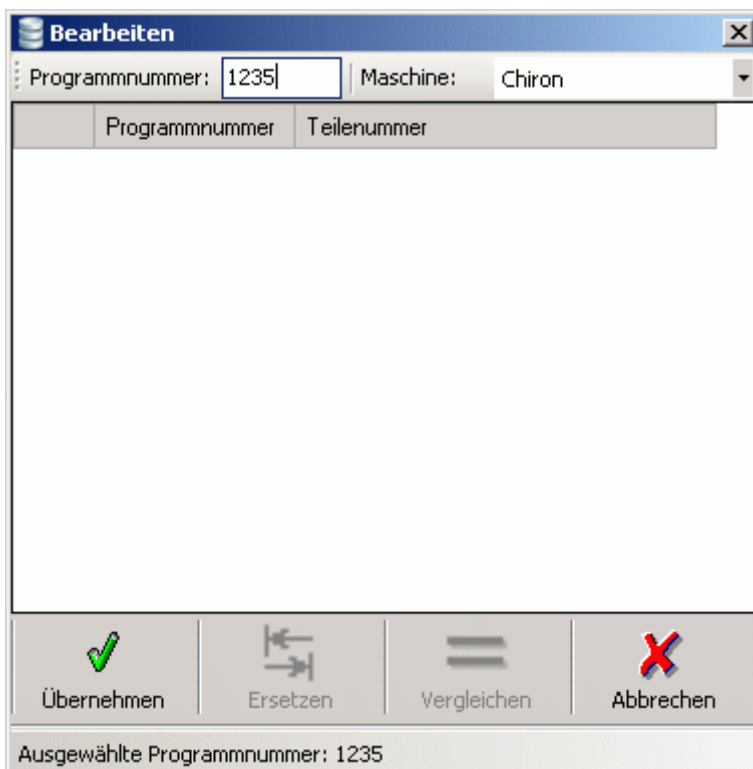

Abbildung 15.2: Programm bearbeiten
15.4. Nachdem die Übertragung beendet ist klicken Sie auf ‚Bearbeiten‘ Es öffnet sich das Fenster für die Weiterbearbeitung des empfangenen Programms wie in Abbildung 15.2.